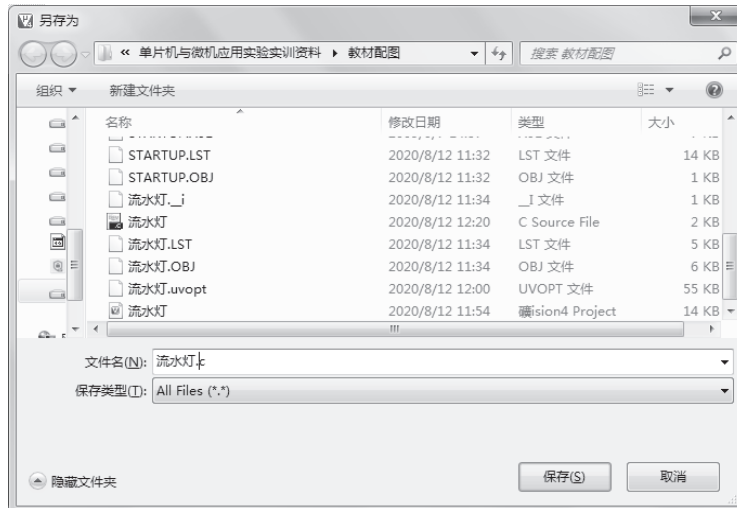

图 1.16 文件保存对话框
(2) 单击图 1.8 中“保存”快捷按钮, 保存用户程序文件，这时会弹出如图 1.16 所示窗口。
(3) 在图 1.16 “另存为”对话框中，在下拉框中选择新文件的保存目录，将这个新文件与刚才建立的工程保存在同一个文件夹下，然后在“文件名(N)”窗口中输入新建文件的名称。